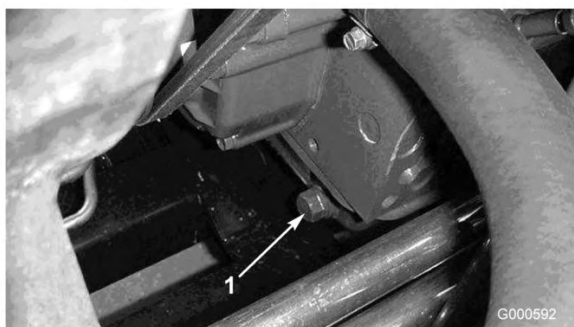

Figura 35
1. Retire el tapón de vaciado trasero (Figura 35) y deje fluir el aceite a un recipiente apropiado. Cuando el aceite deje de fluir, coloque el tapón de vaciado.